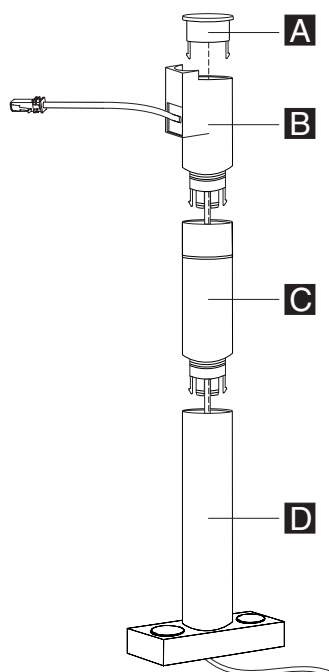

图 53. 装配支撑杆
1. 将显示器电缆向上穿过头部组合件（图 53 中的 **B**），并从该组合件侧面的开口穿出。然后将电缆向下穿过支撑杆 **D** 和可选的延长件 **C**。
7. 盖紧支撑杆上面的圆形顶盖（第 62 页的图 53 中的 **A**）。